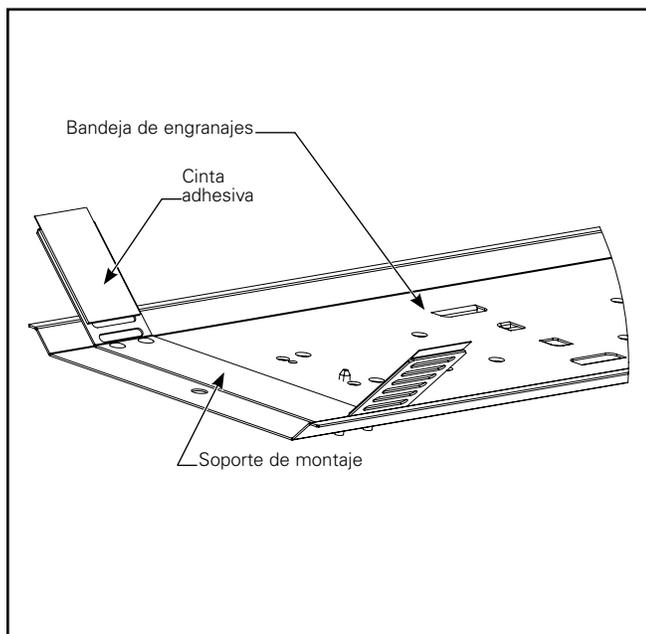

Figura 4.
2. Los soportes de montaje tienen cinta adhesiva en cada extremo para ayudar en la instalación. Antes de la instalación, limpie los lados de la luminaria existente para eliminar el aceite, la suciedad o la grasa. Luego retire la cubierta protectora sobre la cinta adhesiva tirando de la pestaña. La cinta adhesiva sostendrá **SOLO TEMPORALMENTE** la bandeja de engranajes en su lugar y **NO** está diseñada para mantener la bandeja de engranajes en su lugar de forma permanente. (Figura 4.)